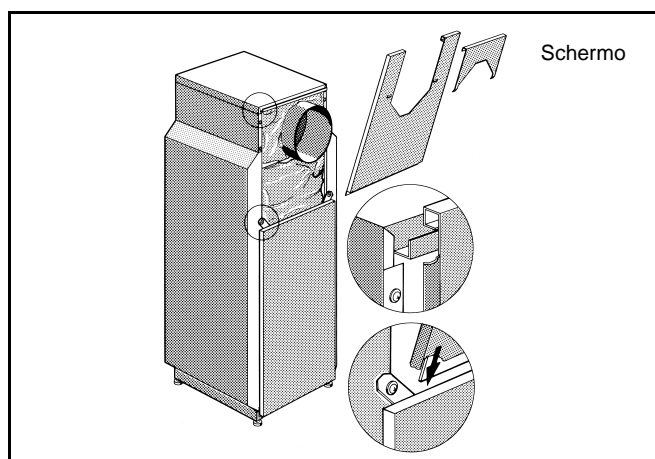

Fig. 24
- Inserire la parete anteriore superiore, sotto con la piegatura dietro alla parete anteriore inferiore, in alto agganciarla nella piegatura della copertura (fig. 24).
- Immettere lo schermo nelle fessure orizzontali della parete anteriore superiore ed agganciarlo in alto nella copertura (fig. 24).